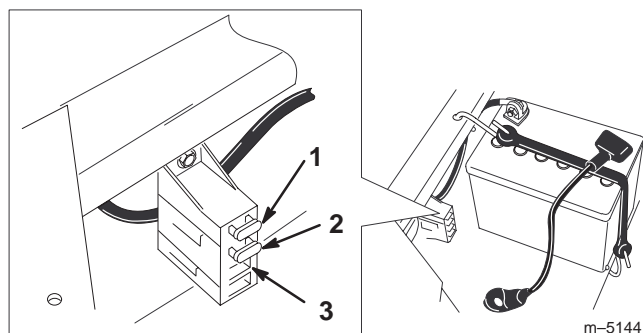

Bild 28
1. Heben Sie den Sitz an, um die Sicherungshalter zugänglich zu machen (Bild 28).
2. Ziehen Sie die Sicherung zum Wechseln heraus (Bild 28).